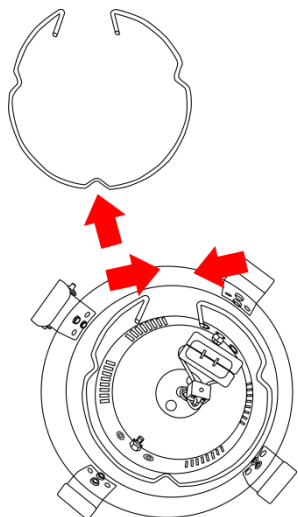

Fig. 03
- 02) Rimuovere l'anello di fissaggio premendolo verso l'interno (Fig. 03).